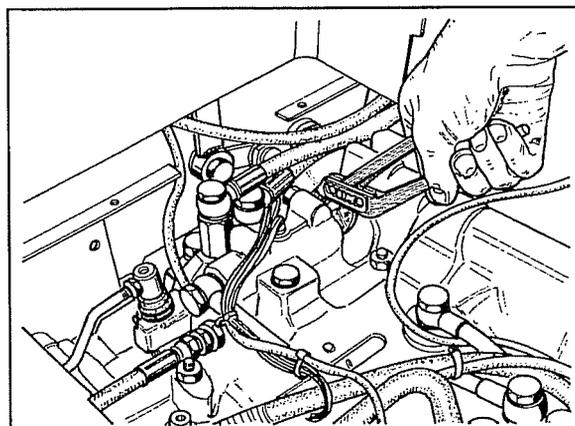
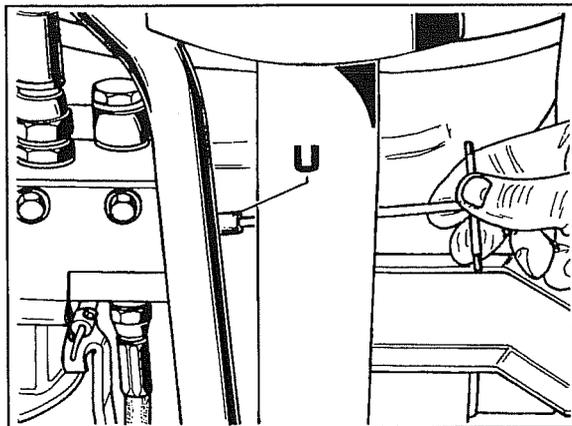

Abb. 24
Abb. 25
- a. Nach dem Abschrauben des Schutzbleches die Schraube zum Druckeinstellen des Trägers der Steuergeräte wie in Abb. 24 gezeigt einstellen. Sollte das Manometer nicht wieder den Betriebswert einnehmen, ist das entsprechende Stellglied des Prioritätsventils (**U** Abb. 25) zu benutzen, um den Wert wieder einzustellen und es dann wieder zu blockieren.
- b. Wenn man die Anzeige von 150 bar auf dem Manometer erreicht hat, erneut die Schrauben zum Druckeinstellen des Trägers der Steuergeräte Abb. 24 benutzen, bis man einen Wert von weniger als 150 bar erreicht.